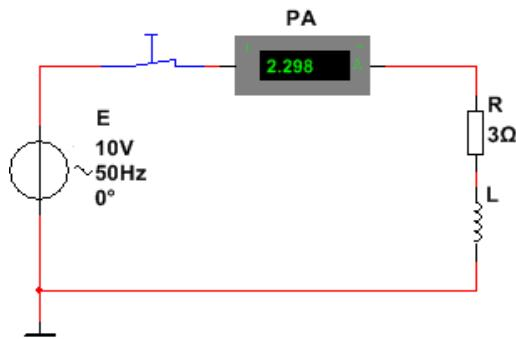

Рисунок 24 – Цепь переменного тока с индуктивностью
4. Для определения величины индуктивности катушки использовать схему (рис. 24). Занести результаты измерений в табл. 6. Рассчитать величину индуктивности катушки L. Результат занести в табл. 6.